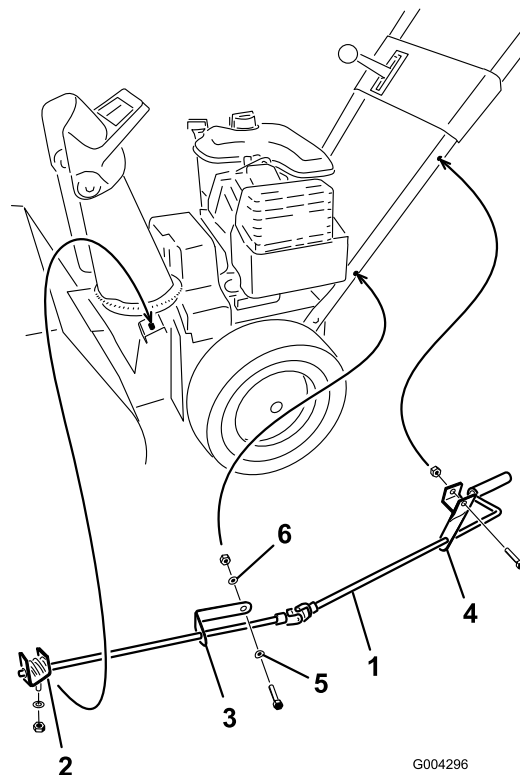

Figure 10
1. Fixez le support supérieur de l'éjecteur (attaché à la tige d'orientation) au côté gauche du guidon avec un boulon et un contre-écrou (Figure 10).
2. Fixez le support inférieur de l'éjecteur (attaché à la tige d'orientation) au côté gauche du guidon avec un boulon, une rondelle bombée, une rondelle plate et un contre-écrou (Figure 10).
6. Serrez les contre-écrous de fixation des 2 supports d'orientation de l'éjecteur (Figure 10).